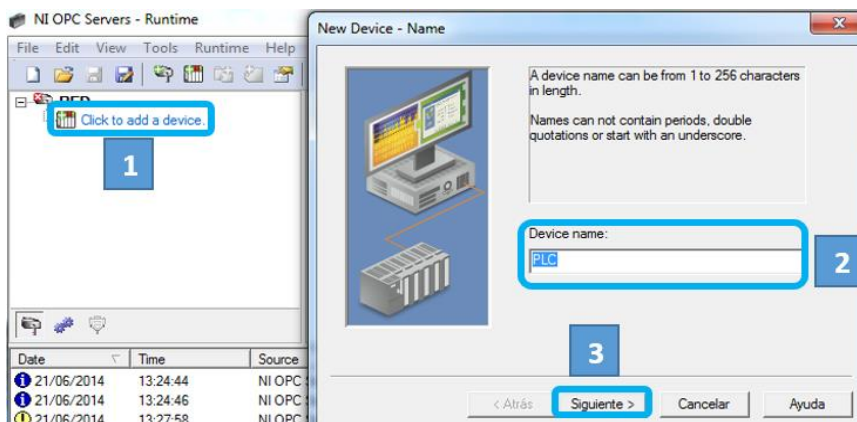

Figura 2.68: Asignar el nombre del dispositivo del canal RED.
1. Dar clic en añadir un dispositivo, se abre una nueva ventana donde se colocará el nombre del dispositivo y dar clic en siguiente como se indica en la figura 2.68.